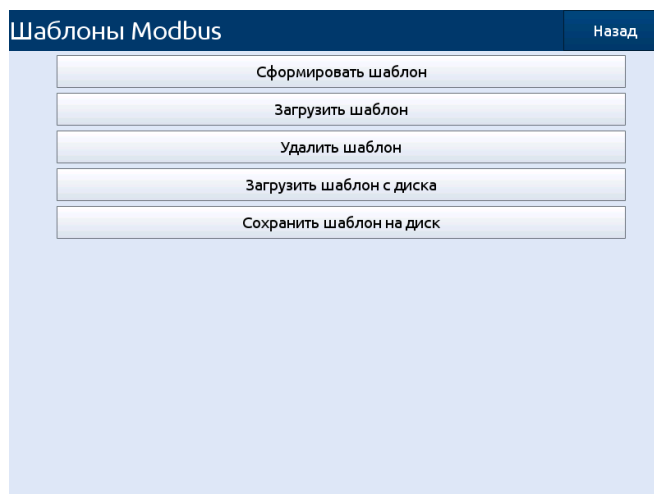

Рисунок 2.31
**Меню «Шаблоны Modbus»** (см. рисунок 2.31) позволяет формировать, удалять, сохранять и загружать шаблоны Modbus. Меню содержит следующие кнопки: